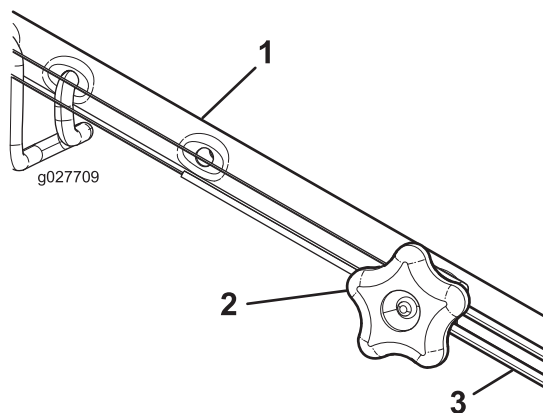

Figure 40
1. Tournez le bouton de réglage dans le sens antihoraire pour desserrer le réglage du câble (Figure 40).
2. Ajustez la tension du câble (Figure 40) en le tirant en arrière ou en le poussant en avant puis en le maintenant à cette position.